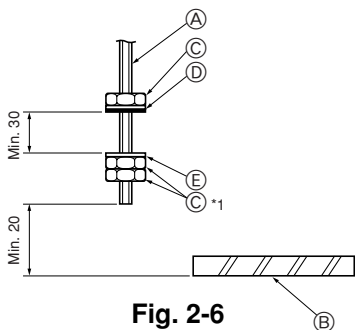

Fig. 2-6
- ① 天花镶板
- ② 梁
- ③ 横橡
- ④ 顶梁
- ⑤ 用可承重100-150公斤的嵌钩 (在当地购买)
- ⑥ 挂环螺栓M10 (3/8") (在当地购买)
- ⑦ 钢筋条
- ⑧ C管道
- ⑨ 管道悬挂支架
- ⑩ M10挂环螺栓
2.4. 悬挂主机的步骤 (Fig. 2-6)